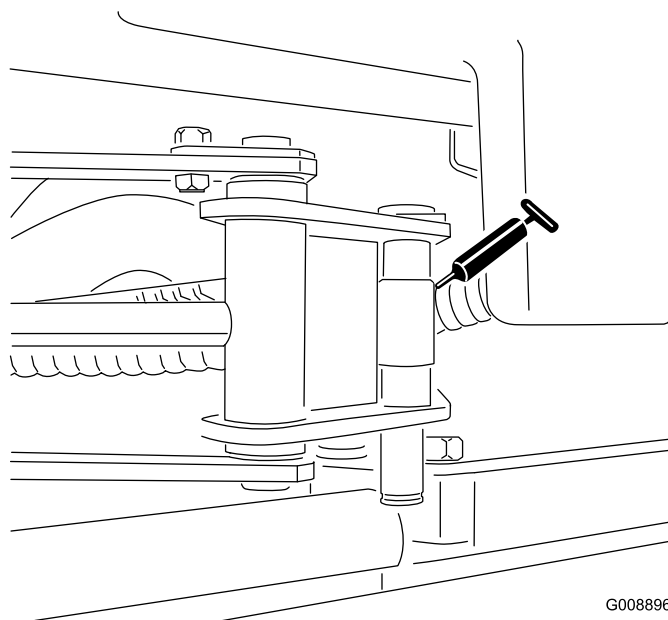

図 32
- ・ サイドワインダーのシリンダの両端（2ヶ所）（図 32）